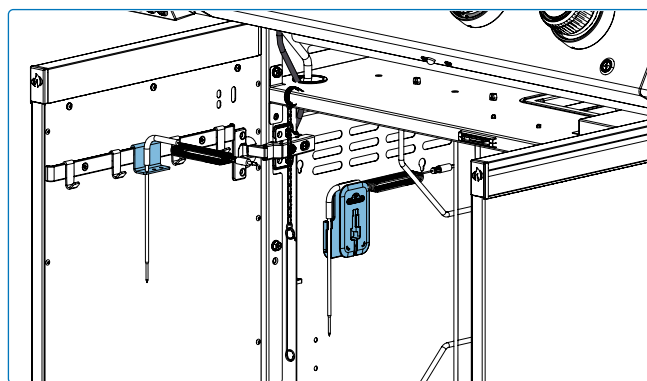

Fig. 10
- Rangez les composants de la rôtissoire sur les crochets prévus à cet effet à l'intérieur du meuble du chariot et la broche à l'arrière du gril lorsqu'ils ne sont pas utilisés. Cela les protège, les garde accessibles et évite la corrosion s'ils sont propres et secs (**Fig. 10 & 11**).